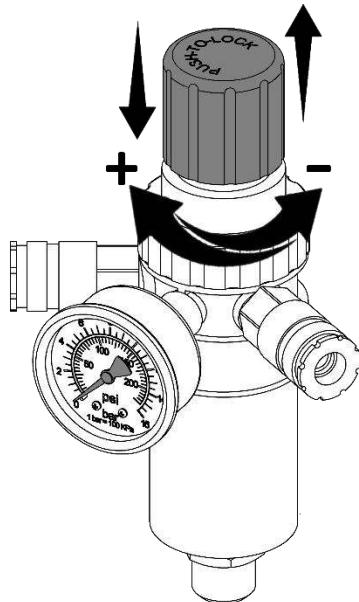

Рисунок 10
7.3.1 Настройка давления в подсоединеных пневматических инструментах регулятором давления (при его наличии) осуществляется следующим образом (см. рисунок 10):